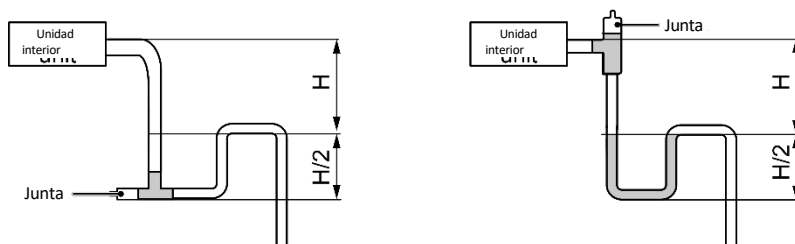

Fig. 4.3.5
- 5 Instale el sifón tal y como se indica en la siguiente Fig. 4.3.5.